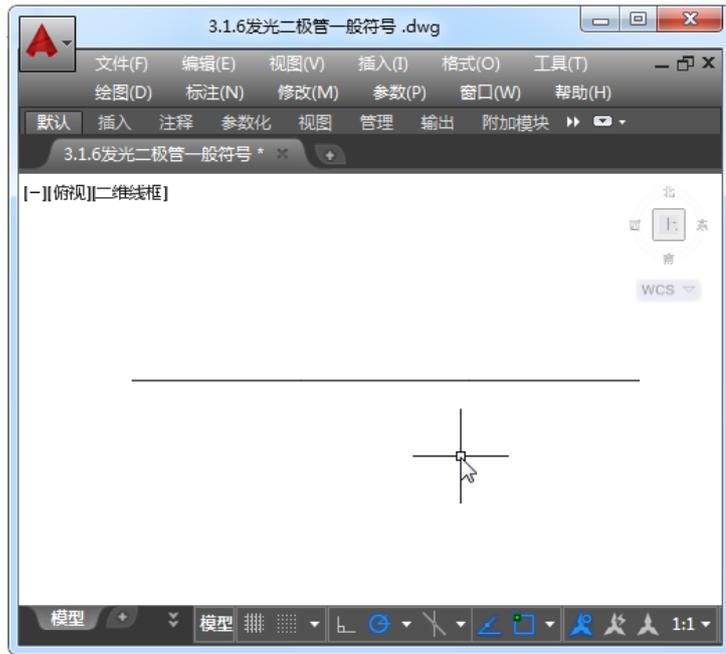

图 3-12 绘制一条水平直线
Step01: 新建一个文件并保存，然后执行【直线】命令，绘制一条水平直线，如图 3-12 所示。